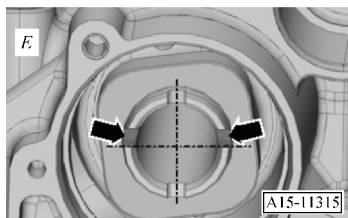

图 1-135 飞轮侧两个不对称的凹槽
11) 如图 1-135 所示, 飞轮侧的两个凸轮轴上, 每个凸轮轴上各有两个不对称的凹槽 (箭头处)。